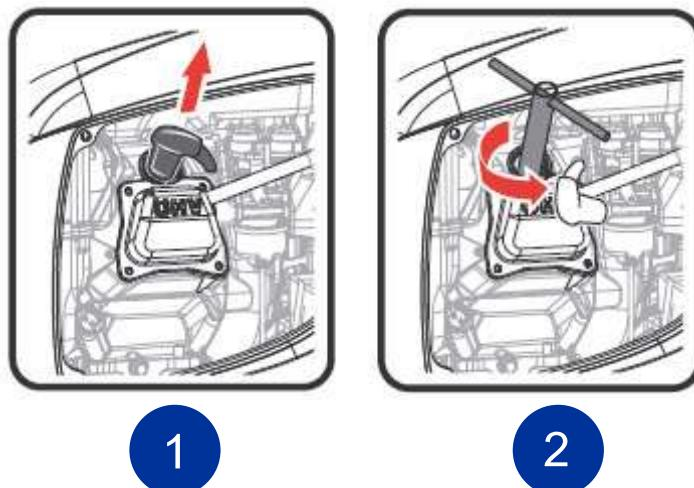

Fig. 9-7 Ta bort tändstiftet
2. Dra bort tändstiftets kontakt Fig. 9-7 - ① från tändstiftet. Var noga med att dra direkt på kontakten, inte på tändkabeln!
3. Sätt in tändstiftnyckeln på tändstiftet Fig. 9-7 - ② och lossa den genom att vrida den moturs.